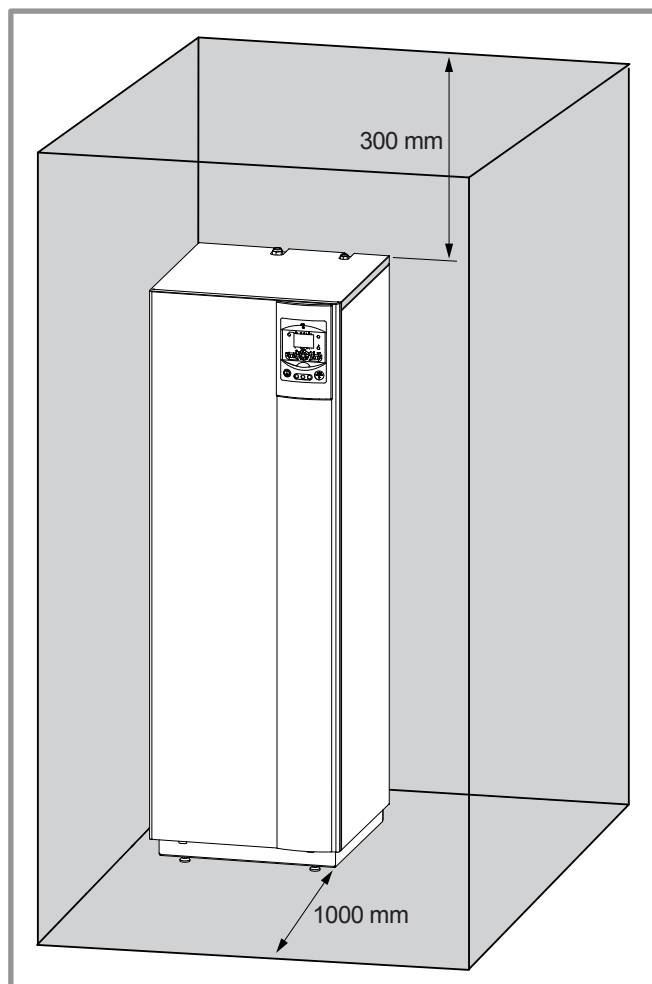

figure 14 - Dégagements minimum d'installation autour du module hydraulique et écarts jusqu'aux cloisons combustibles
- Pour faciliter les opérations d'entretien et permettre l'accès aux différents organes, il est conseillé de prévoir un espace suffisant tout autour du module hydraulique (figure 14).